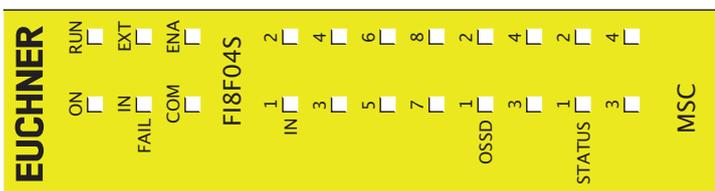

Figura 31:
8.4.4. Modulo FI8FO4S (Figura 31)